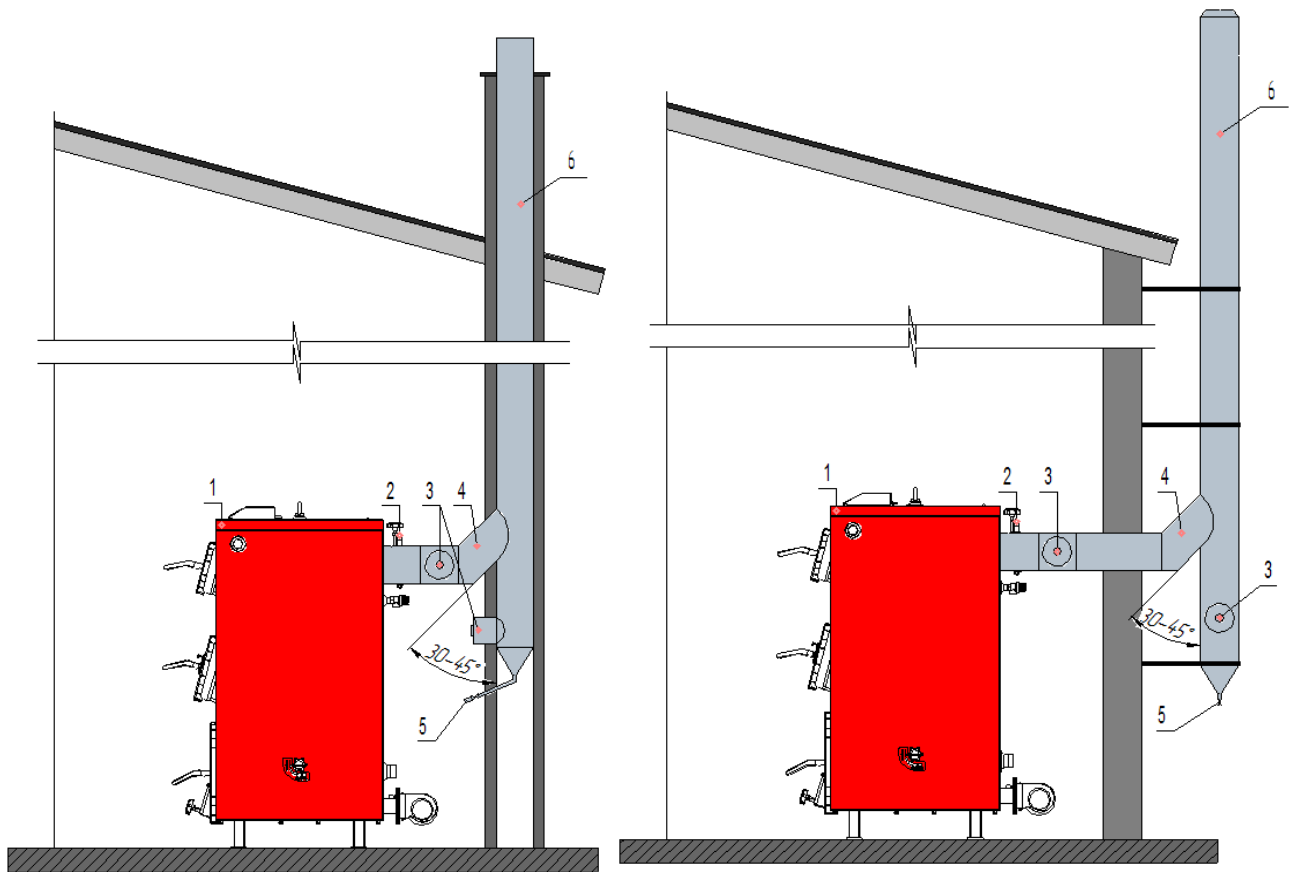

Рис.11 Рекомендована схема по під'єднанню котла до димоходу
7.6.6. Забороняється монтувати димохід (димову трубу) безпосередньо на димоході котла. Рекомендована монтажна схема підключення котла до димоходу показана на (Рис.11).